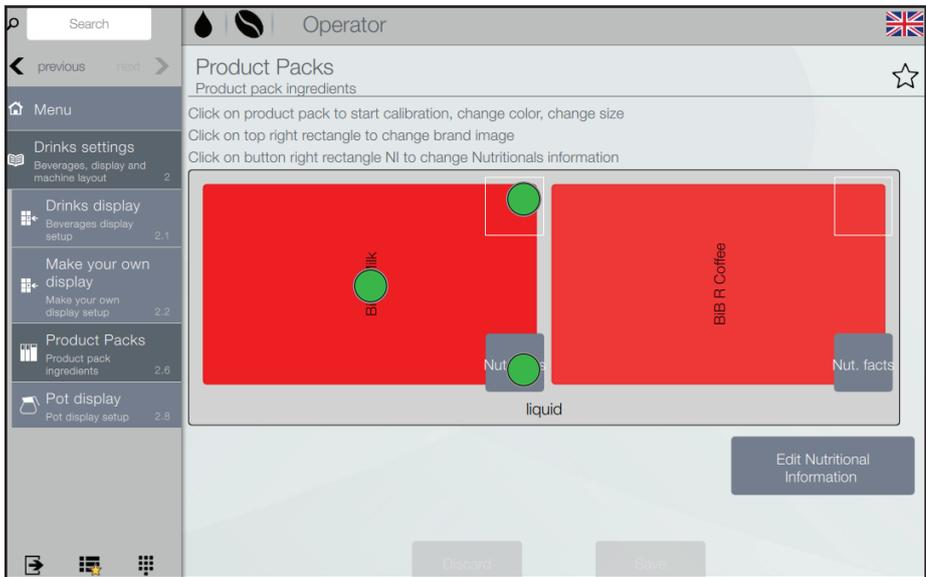

Fig. 6.10- Confezioni prodotto
- Toccare la confezione prodotto richiesta sullo schermo (fig. 6.10) per